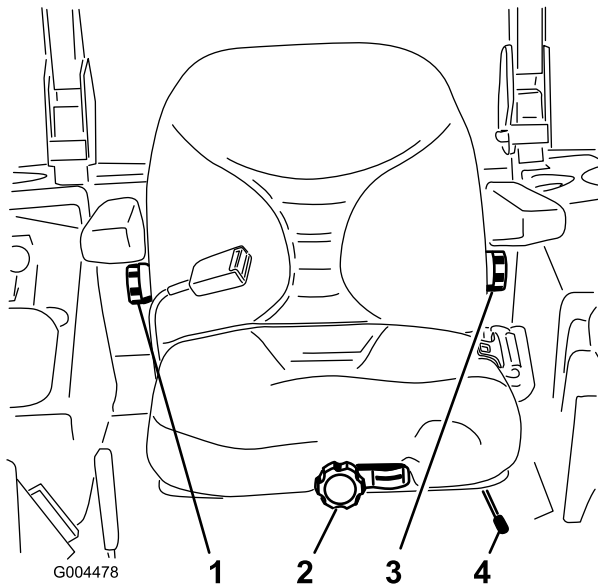

Figure 16
1. Poussez le levier de réglage de côté pour débloquer et régler le siège (Figure 16).
Sans vous asseoir sur le siège, tournez le bouton avant dans un sens ou dans l'autre pour obtenir la position la plus confortable (Figure 16).
Pour ce faire, tournez le bouton situé sous l'accoudoir droit dans un sens ou dans l'autre pour obtenir la position la plus confortable (Figure 16).
Pour ce faire, tournez le bouton situé sous l'accoudoir gauche dans un sens ou dans l'autre pour obtenir la position la plus confortable (Figure 16).